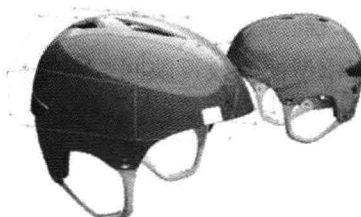

图 1-9 灵活建模
**灵活建模**——充分利用多种曲面建模技术来构建和可视化任何形状。Autodesk Alias 软件集成了快速、可重复的曲线建模工具,并且支持用户直接雕刻三维模型,如图 1-9 所示。